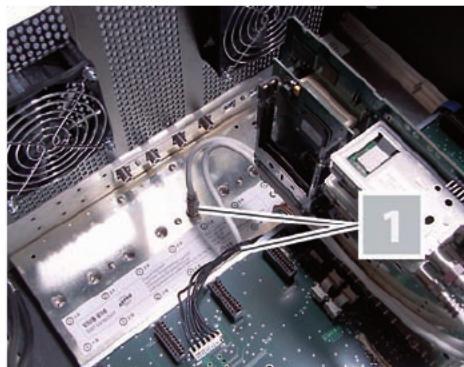
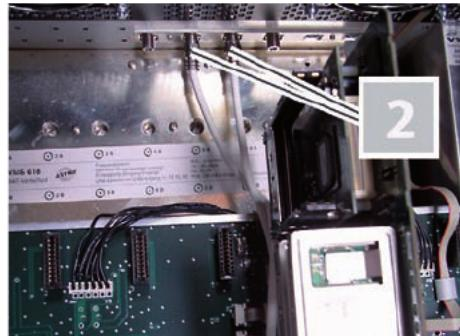

Bild 4b: SAT-Signalzuführung am SAT-Verteilfeld anschließen
Bild 4c: SAT-Signalzuführung an der Gehäuserückwand anschließen
2. Stecken Sie die beiden vormontierten F-Buchse-Adapter wahlweise in das gehäuseinterne SAT-Verteilfeld [1] (siehe Bild 4b, unten) schrauben Sie die Adapter in die externen Anschlüsse des Basisgeräts [2] (siehe Bild 4c, unten).